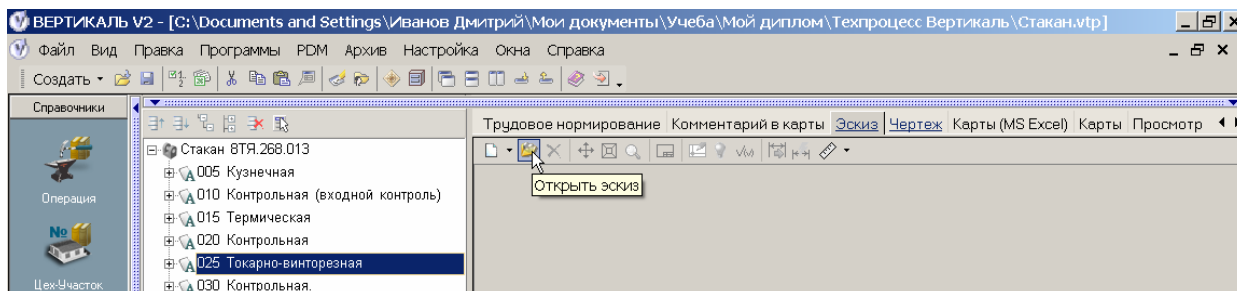

Рисунок 62 – Подключение эскиза
2.12.11 После создания операций, для более наглядного представления о выполняемых на конкретной операции размерах, качестве поверхностей, пространственных отклонениях, базировании детали и др. к каждой операции ТП может быть подключен готовый или создан новый технологический эскиз. Так, для подключения эскиза необходимо выбрать операцию в дереве ТП, перейти на вкладку «Эскиз» и нажать кнопку «Открыть эскиз» (рисунок 62).